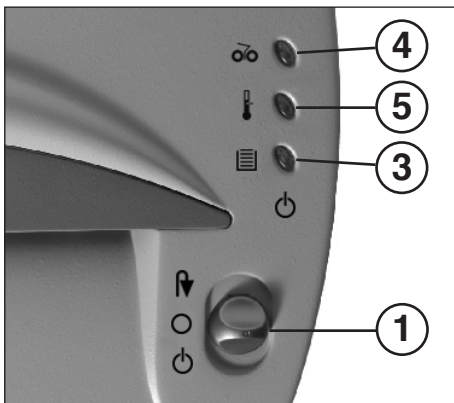

fig. 1
- 1 = Interruptor de funcionamiento (fig. 1) (Automático / Descon. / Retroceso)**
- 3 = Indicación de control (fig. 1)**
- 4 = Indicación de control „Atasco de material“ (fig. 1)**
- 5 = Indicador de control (fig. 1) “Sobrecarga del motor”**
- Conmutar el interruptor de funcionamiento (1) (fig. 1) a la posición „☺“. La indicación de control (3) (fig. 1) se enciende (verde).
Observe que el aparato esté siempre desconectado durante la noche (Conmutar el interruptor de funcionamiento (1) (fig. 1) a la posición „O“).